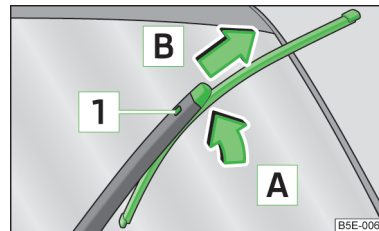

Abb. 206
- Den Scheibenwischerarm von der Scheibe anheben » Abb. 206.